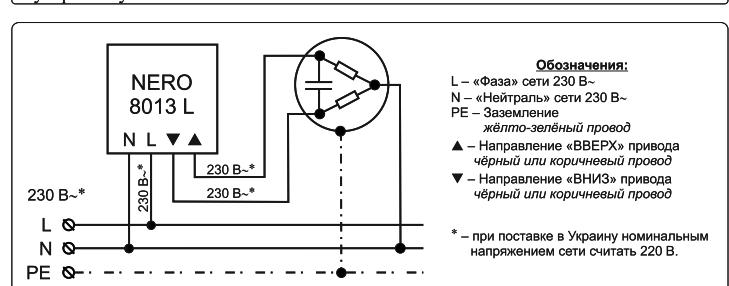

Рисунок 1. Схема подключения Nero 8013L
- Ознакомиться со стандартной схемой подключения (см. рис. 1).
• Подключить синий (голубой) провод привода с помощью дополнительного клеммного соединителя к «нейтрали» питающей сети (см. рис. 1).
• Подключить провод направления «ВВЕРХ» электропривода к контакту «▲» устройства (см. рис. 1).
• Подключить провод направления «ВНИЗ» электропривода к контакту «▼» устройства (см. рис. 1).
- Подключить к контакту «N» устройства «нейтраль» питающей сети ~230 В (см. рис. 1).
- Подключить к контакту «L» устройства «фазу» питающей сети ~230 В (см. рис. 1).